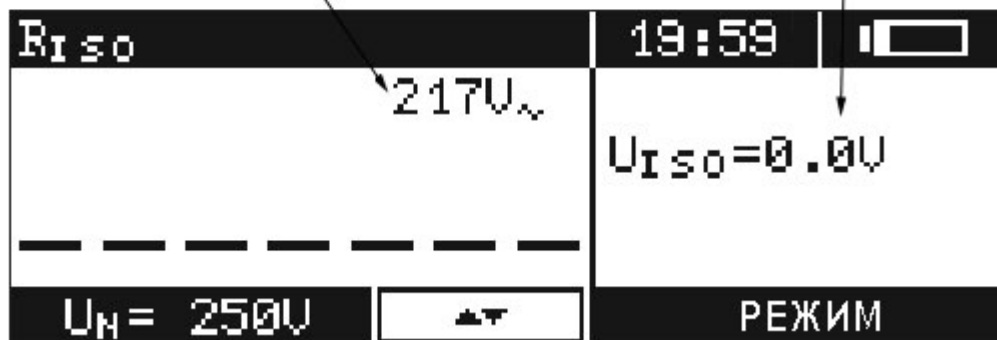
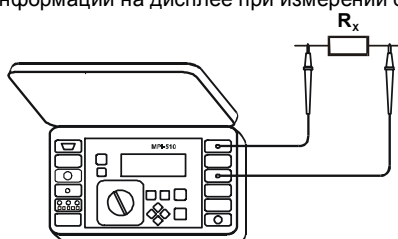

Рис.26. Отображение информации на дисплее при измерении сопротивления изоляции
Рис.27. Измерение сопротивления изоляции
- подключить измерительные провода в соответствии с Рис.27, если объект находится под напряжением, его величина измеряется и отображается (Рис. 26);